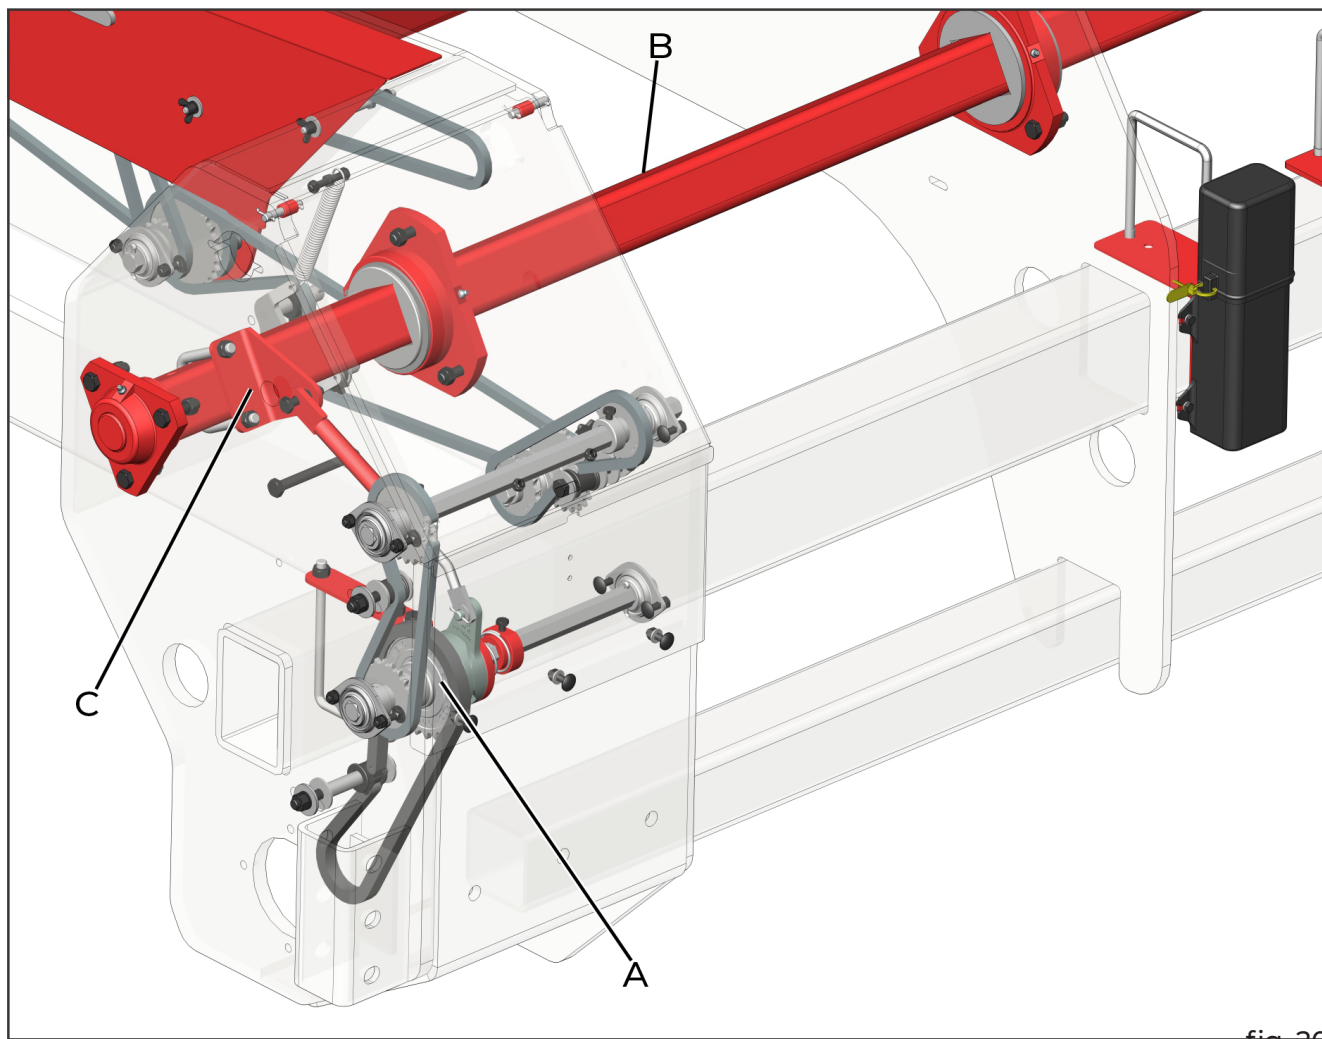

fig. 20
Las sembradoras de abono de arrastre ARROCEIRA Super están equipadas con desconectores de los trinquetes (C) (fig. 20) interconectados con el sistema de elevación de las líneas a través del alternador (B) (fig. 20). Cuando se activa el sistema de elevación de líneas, los trinquetes (A) (fig. 20) se apagan automáticamente. Del mismo modo, cuando se inicia la siembra, los trinquetes se activan automáticamente.